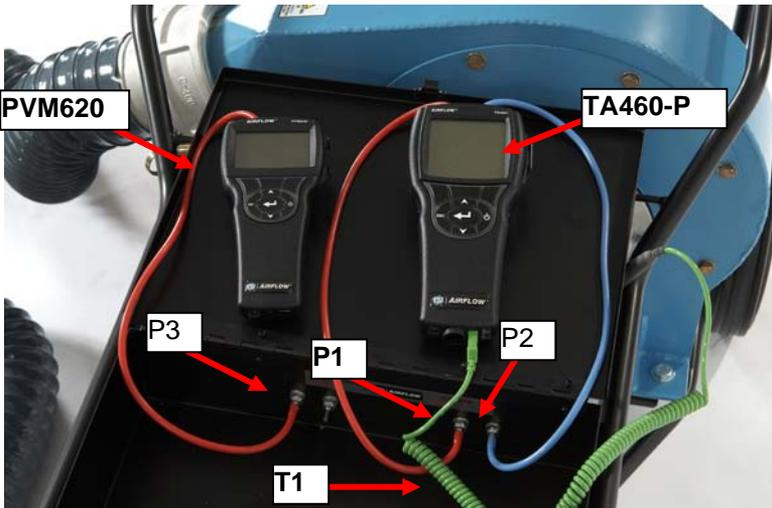

Bild 4
Schließen Sie die Instrumente (Model TA460-P und Model PVM620) wie beschrieben an den PANDA an (Bild 4).
1. Das PVM620 (+) an den Anschluss **P3(+)** (Bild 4).
2. Das TA460-P (+) und (-) an den Messanschluss **P1(+)** und **P2** (Bild 4).